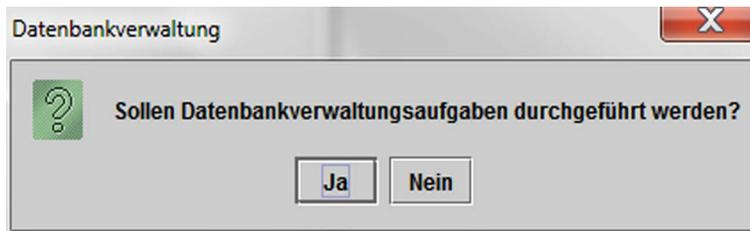
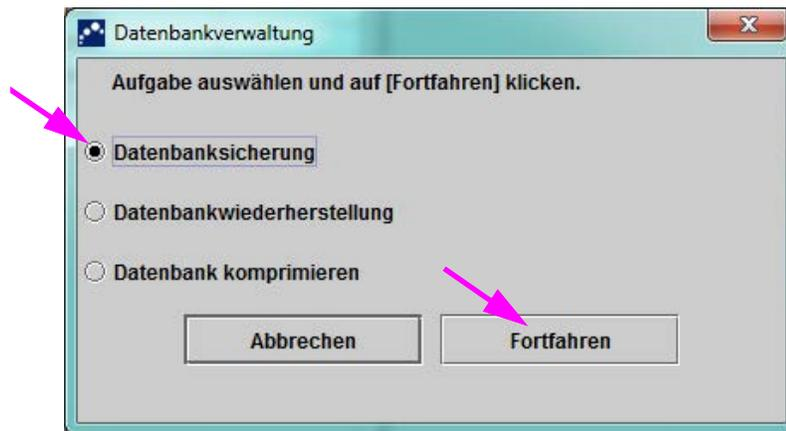

Abbildung 2-99. Dialogfeld „Datenbankverwaltung“
Abbildung 2-100. Dialogfeld „Datenbankverwaltung“
- Wenn das Kästchen **Erinnerungen an Datenbankverwaltung** im Dialogfeld „Systemkonfiguration“ (vgl. Abbildung 2-77) **nicht** markiert ist, erscheint das Dialogfeld „Datenbankverwaltung“ (vgl. Abbildung 2-99) nicht und es ist keine weitere Maßnahme erforderlich. Die Software wird beim Anklicken der Schaltfläche **Beenden** in Abschnitt 2.17.1, Schritt 3, geschlossen und Sie können mit Abschnitt 2.17.1.3 fortfahren, um das Herunterfahren abzuschließen.
- Wenn das Kästchen **Erinnerungen an Datenbankverwaltung** im Dialogfeld „Systemkonfiguration“ (vgl. Abbildung 2-77) hingegen markiert ist, erscheint anschließend das Dialogfeld „Datenbankverwaltung“ (vgl. Abbildung 2-99) über dem GeneXpert Dx System-Fenster, in dem Sie gefragt werden, ob Sie Aufgaben im Bereich der Datenbankverwaltung durchführen möchten.
- A. Wenn Sie im Dialogfeld „Datenbankverwaltung“ auf **Nein** klicken (vgl. Abbildung 2-99), wird die GeneXpert Dx Software geschlossen und Sie können mit Abschnitt 2.17.1.3 fortfahren, um das Herunterfahren abzuschließen.
- B. Wenn Sie im Dialogfeld „Datenbankverwaltung“ auf **Ja** klicken (vgl. Abbildung 2-99), werden Sie aufgefordert, die auszuführende Aufgabe auszuwählen (vgl. Abbildung 2-100).
Je nach den Berechtigungen des jeweiligen Benutzers können einige oder alle der vier Optionen im Dialogfeld „Datenbankverwaltung“ unsichtbar sein. Siehe Abbildung 2-100.